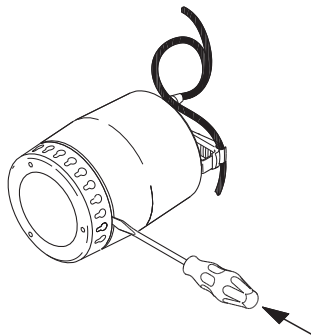

Fig. 10 Sådan afmonteres indløbssien
3. Afmonter indløbssien: Sæt en skruetrækker ind mellem pumpekappe og si og tryk hårdt ind. Dette gøres flere steder rundt ved sien indtil den er fri og kan afmonteres. Se fig. 10.